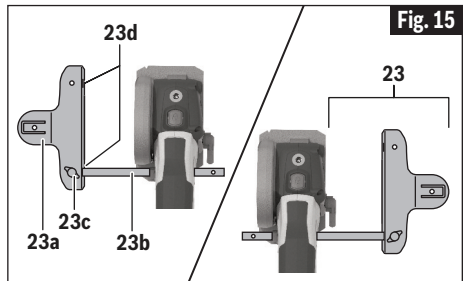

Fig. 15
## ENSAMBLAJE (Fig. 15)
**NOTA:** utilice la guía de borde recto **23** en el lado izquierdo o el lado derecho de la herramienta, posicione la guía de la manera que se muestra en la ilustración (Fig. 15).
Los cortes al hilo son fáciles de hacer con una guía de borde (Fig. 17). Para instalar la guía, inserte la barra **23B** (Fig. 15) a través de las ranuras ubicadas en el pie hasta la anchura deseada, de la manera que se muestran en la ilustración, y fíjela con el tornillo de ajuste **23f**.